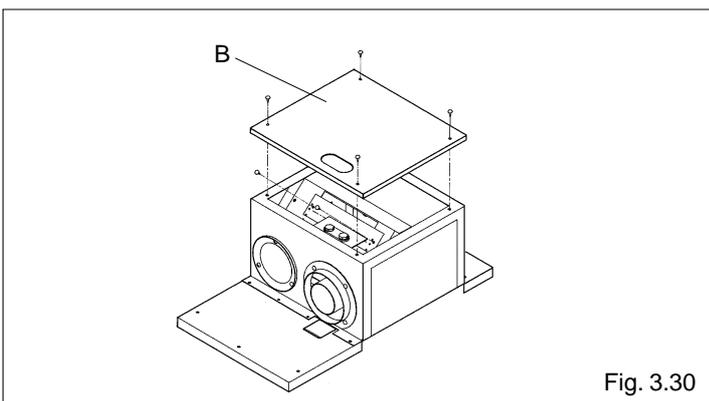

Fig. 3.30
- desenroscar los 4 tornillos de fijación y quitar la tapa (B) de la cámara hermética (fig. 3.30)